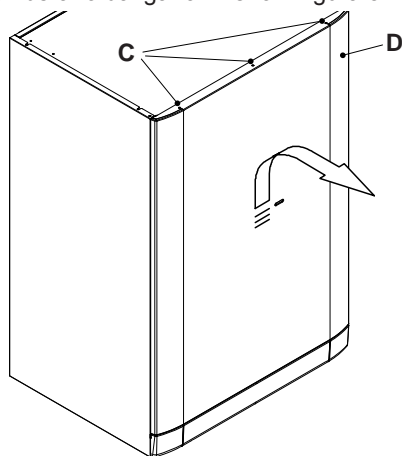

Figura 5.18
Togliere le viti (C) e rimuovere il pannello frontale (D) spostandolo verso l'alto in modo da liberarlo dai ganci inferiori Figura 5.18.